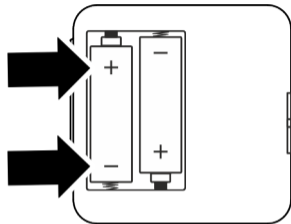

Fig. 4: Colocar la pila
3. Coloque 2 pilas alcalinas de 1,5 V AA LR6 con la polaridad correcta (Fig. 4) en la tapa de la carcasa.
5. Coloque 2 pilas alcalinas de 1,5 V AA LR6 con la polaridad correcta (Fig. 4) en la tapa de la carcasa.